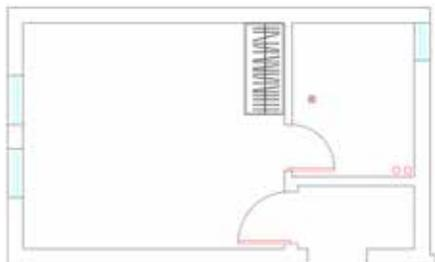

图 2-12
STEP 12 执行“复制”命令,继续复制衣架,执行“旋转”命令,旋转衣架,如图 2-12 所示。